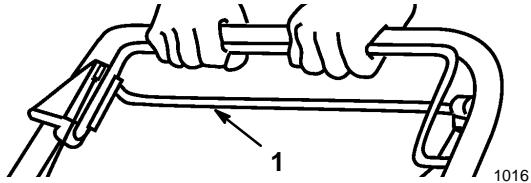

Figure 12
- Pour débrayer le système de traction, lâcher la barre de commande de traction (Fig. 12), et pousser la tondeuse pour la faire avancer d'au moins 2,5 cm (1").